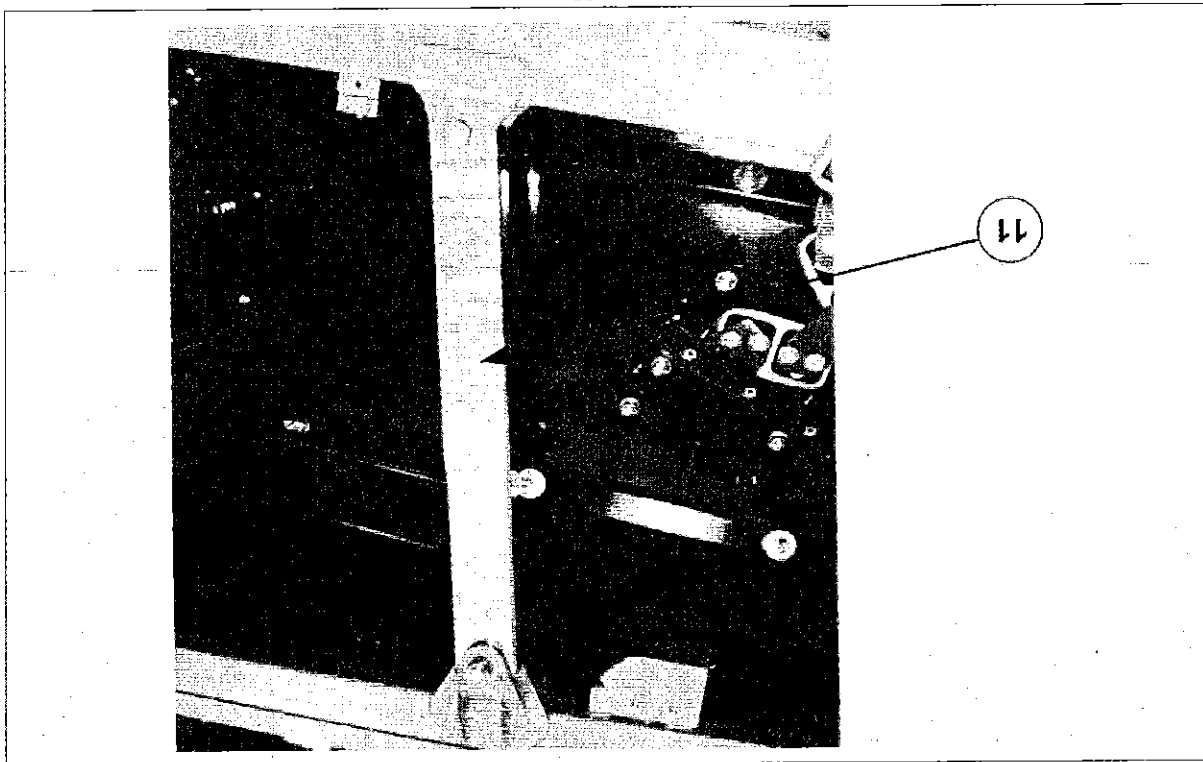
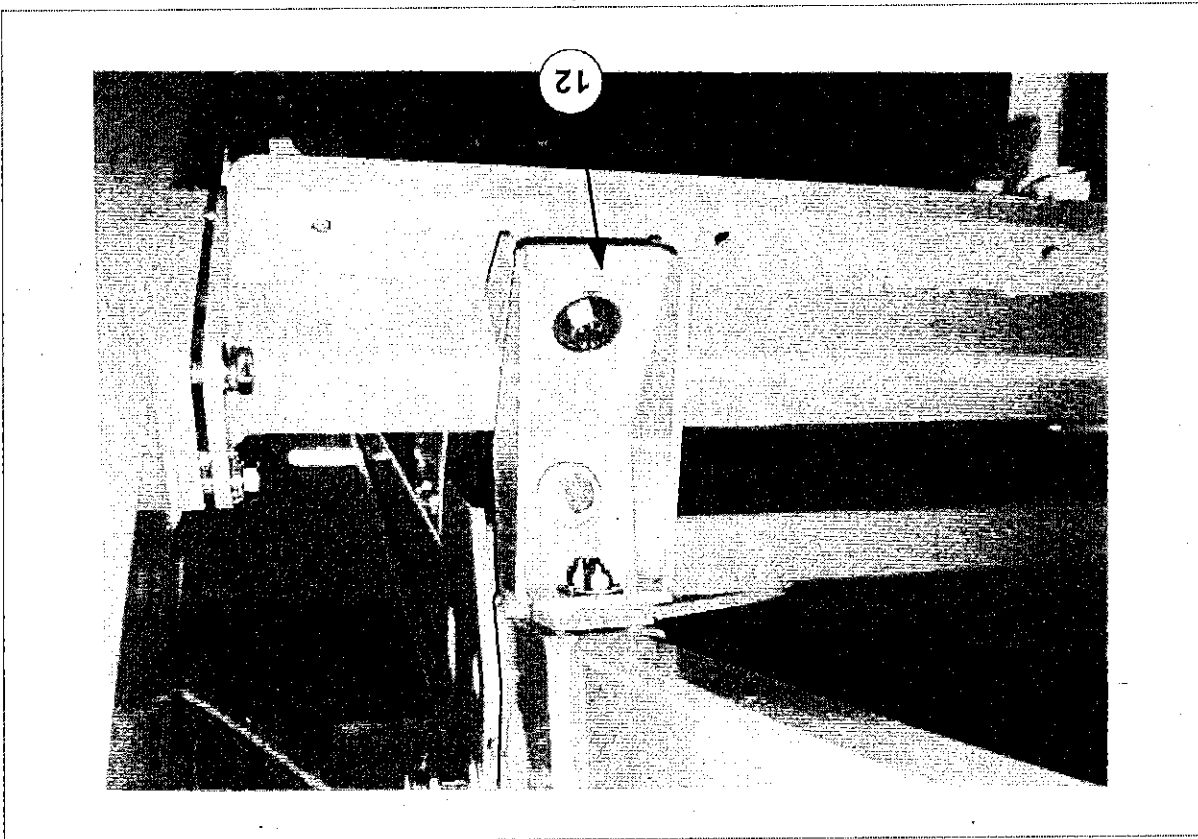

Fig. 5-18
Fig. 5-19
- 17) Scollegare le bielle di supporto anteriori part. 11 di fig. 5-18 e i supporti centrali part. 12 di fig. 5-19.